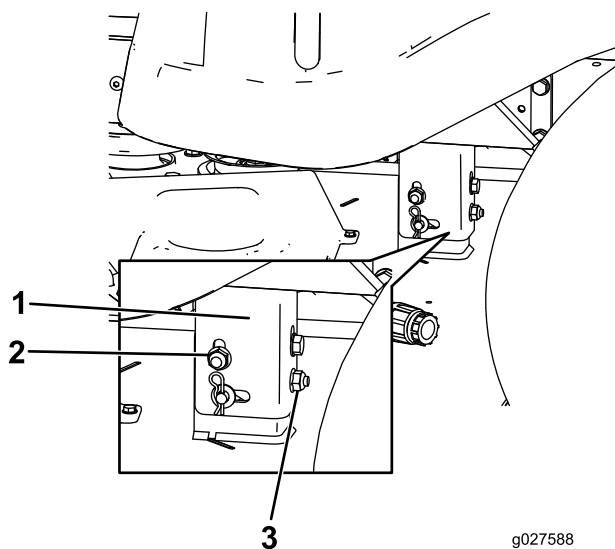

Figure 54
- Élevez ou abaissez le côté gauche du tablier de coupe en tournant l'écrou arrière (Figure 54).